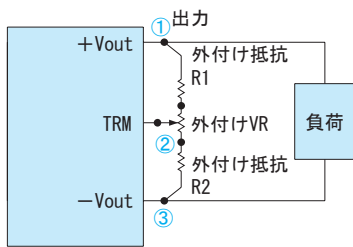

図2.1 外付け部品の接続方法
- ボリューム (VR) と抵抗 (R1, R2) を図2.1のように接続することで出力電圧を可変できます。